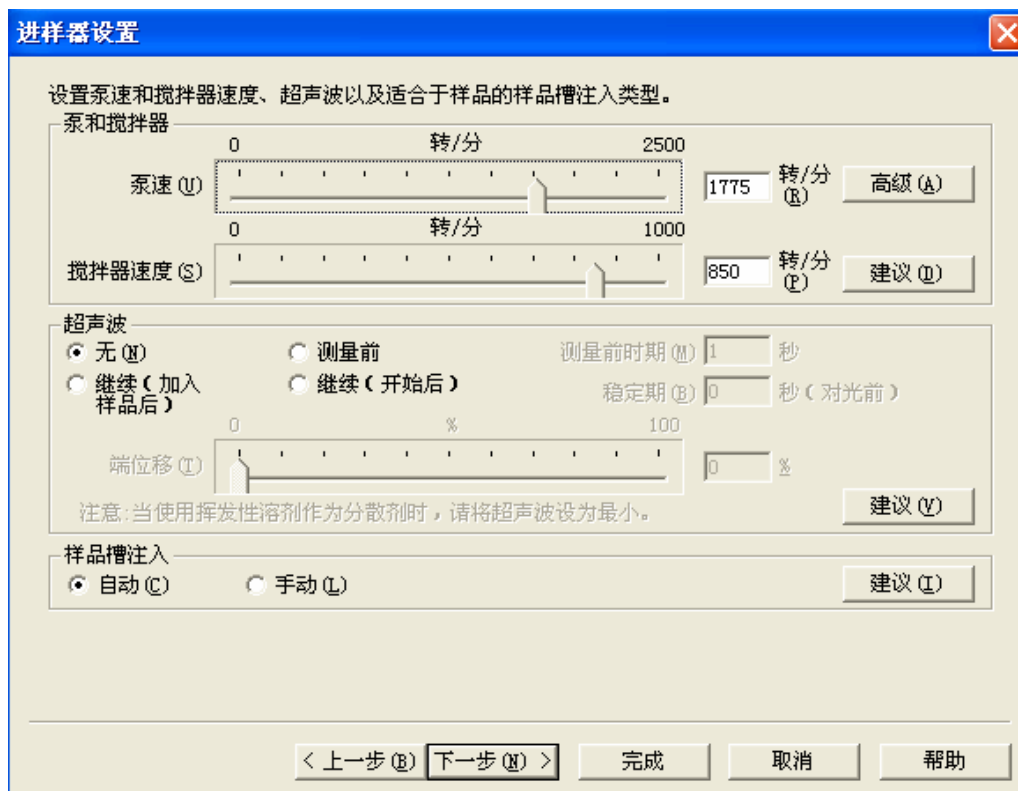

图 D.9 进样器设置窗体
7. 点击**下一步**，进入**进样器设置**窗体，如图 D.9，其选项与设置方法参看 C. **样品处理单元**的设置。